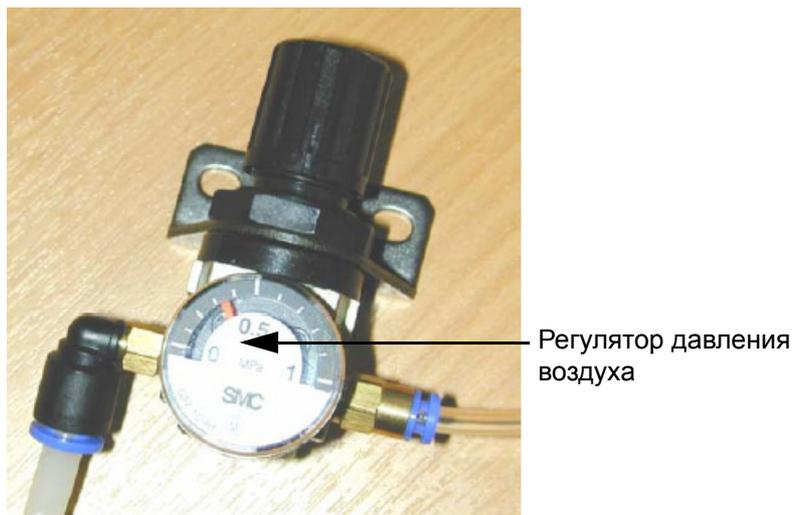

Рис. 3-1: Регулятор давления воздуха
- 1 Найдите регулятор давления воздуха (Рис. 3-1 на стр. 3-2). Он находится рядом с печатающей головкой и подключен к ней с помощью пневматической трубки диаметром 4 мм.